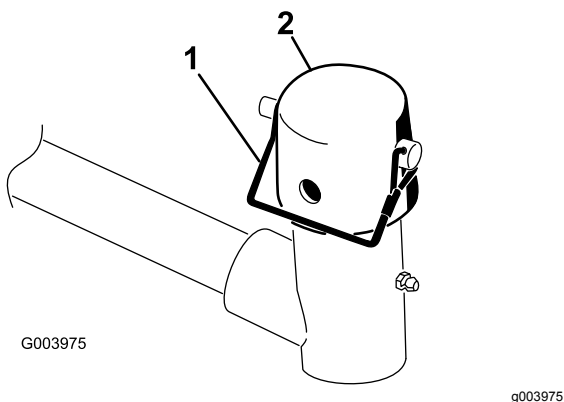

图 7
6. 从提升臂轴枢拔下保险销。然后取下盖子图 7。
10. 使用保险销将中心盖和承载架轴固定到提升臂枢图 7。